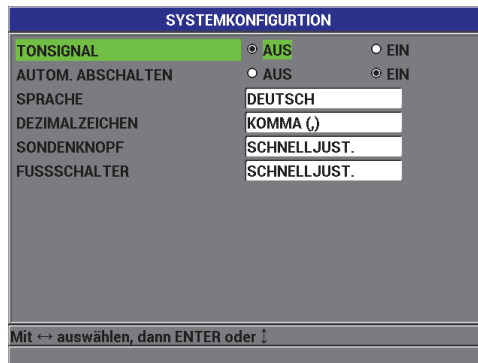

Abbildung 3-1 Fenster SYSTEMKONFIGURATION
3. Im Fenster **SYSTEMKONFIGURATION** (siehe Abbildung 3-1 auf Seite 64):